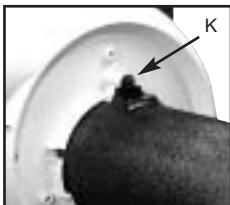

Fig. 4-3G
4. Install cover screw (K) through tube tab and into housing. Tighten screw (Figure 4-3G).
4. Installer la vis du capot (K) dans la patte du tube et dans le carter. Serrer la vis (Figure 4-3G).